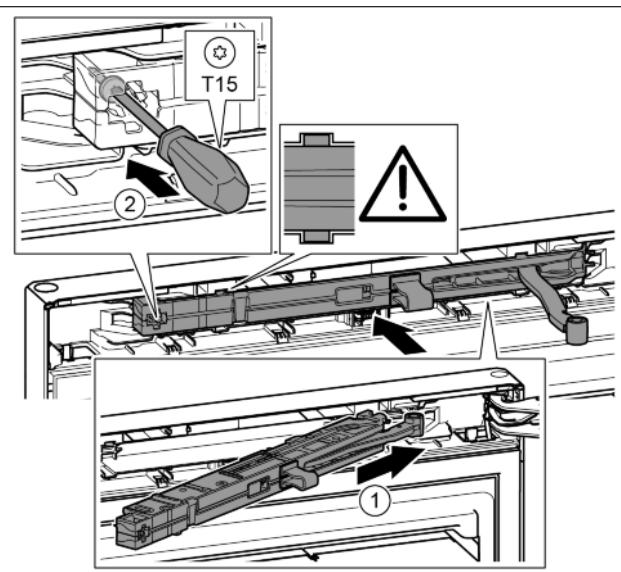

Fig. 21
► Gurnite jedinicu prigušivača zatvaranja na strani podloška ležaja do graničnika koso u otvor. Fig. 21 (1)
► Odvijačem T15 čvrsto pritegnite vijak. Fig. 21 (2)